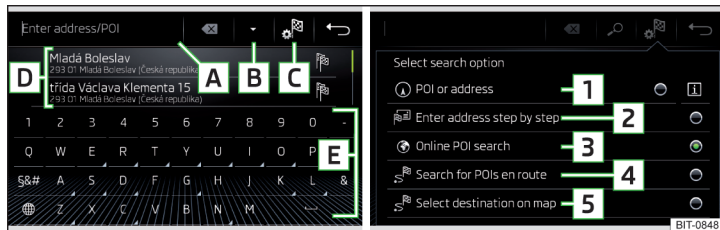
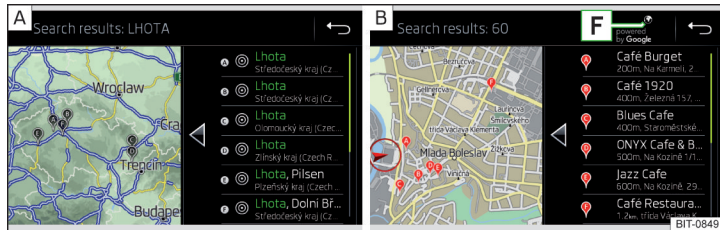
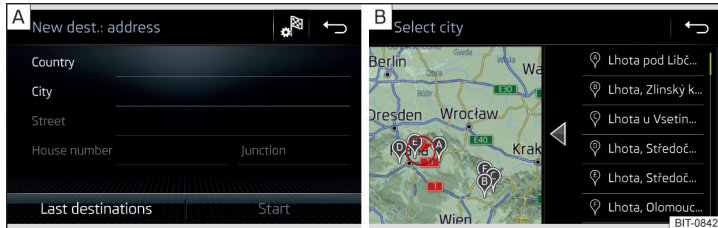

Abb. 187 Ziel suchen: Hauptmenü / Auswahl des Suchmodus
Abb. 188 Liste der aufgesuchten Ziele: in den Navigationsdaten / online
Abb. 189 Ziel über die Adresse eingeben: Hauptmenü / Liste der aufgesuchten Orte
- Wird kein Menü zur Zielsuche, sondern eines zur Zieleingabe über die Adresse oder zur Zieleingabe in der Karte angezeigt, dann die Funktionsfläche → **1** » Abb. 187 antippen.
Beschreibung der Funktionsflächen » Abb. 187 bzw. » Abb. 188
- Die Funktionsfläche **C** → **1/2/4/5** » Abb. 187 antippen.
- Zur Anzeige der aufgesuchten Ziele die Funktionsfläche **B** » Abb. 187 antippen.
- Die Funktionsfläche **C** → **3** » Abb. 187 antippen.
- Zur Zielsuche anhand der eingegebenen Parameter die Funktionsfläche **B** » Abb. 187 antippen.
- › Wird das Menü zur Zieleingabe über die Adresse » **Abb. 189** - **A** nicht angezeigt, dann die Funktionsfläche → **2** » **Abb. 187** auf Seite 162 antippen.
Es besteht die Möglichkeit, dass während der Eingabe eines Ortsnamens automatisch eine Karte mit einer Liste gleichnamiger Orte angezeigt wird » **Abb. 189** - **B**.
- › Anschließend die Funktionsfläche → **5** » **Abb. 187** auf Seite 162 antippen.